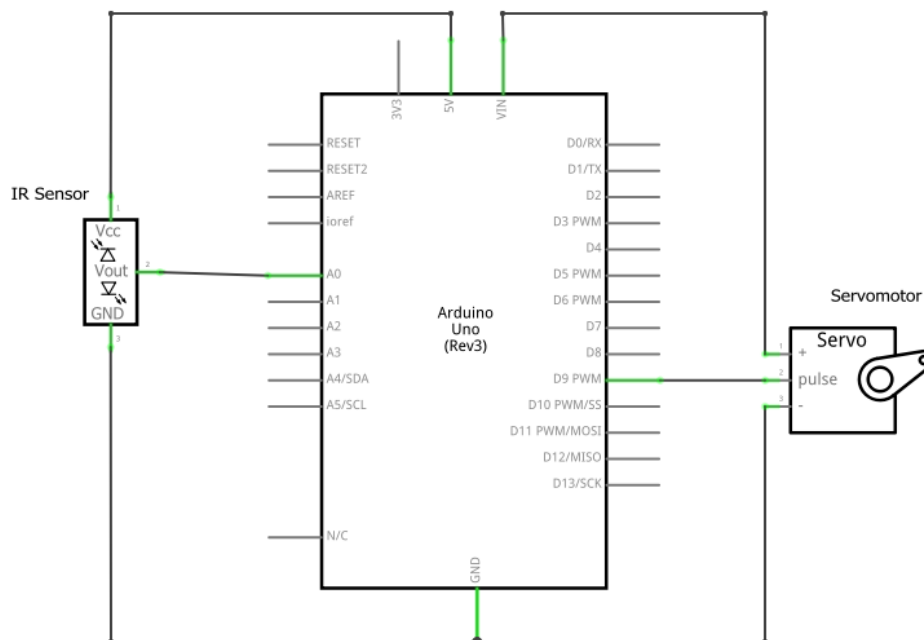

Fig. 2 : Sch ma de c blage de la maquette
La figure 2 sch matise le c blage des composants de la maquette :
**ATTENTION : V rifier la conformit  du c blage de votre maquette   l'aide du sch ma  lectrique de la figure 2 AVANT TOUT BRANCHEMENT. En cas de doute appelez un enseignant.**